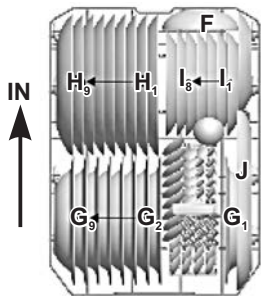

Рис.14
- Схема оптимальной укладки посуды в нижней корзине посудомоечной машины модели 45301 и ее исполнений представлена на рис. 14.